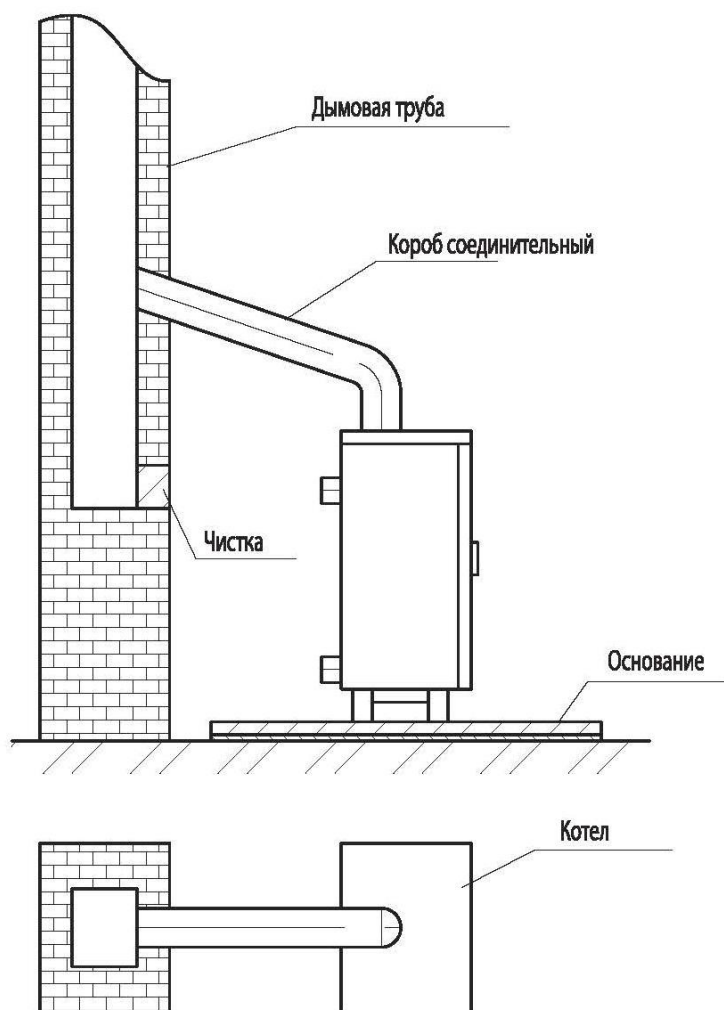

Рис. 7.1
- 7.1 Котел устанавливается в нежилом помещении, удовлетворяющем требованиям «Правил безопасности в газовом хозяйстве» и обеспечивающем достаточный приток воздуха (рис.7.1).